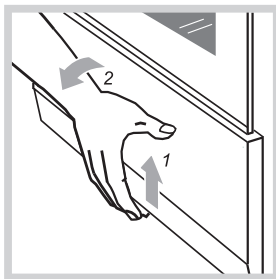

Рис. 4
- Чтобы открыть дверцу, ее нужно приподнять вверх и наклонить на себя (рис.4).